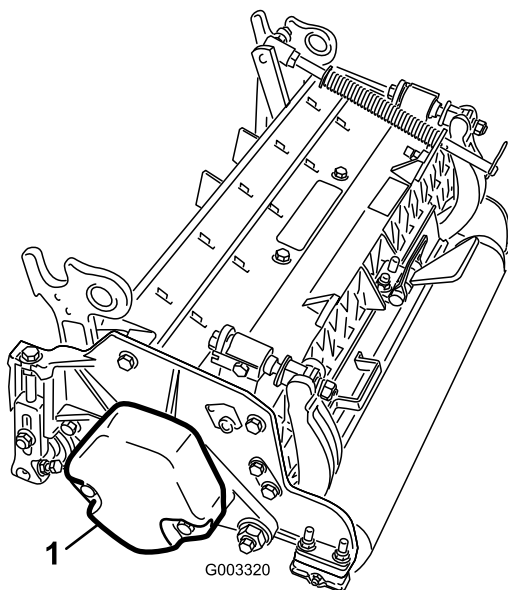

Figura 3
4. Certifique-se de que o contrapeso (Figura 3) está instalado na extremidade adequada da unidade de corte conforme descrito no *Manual do utilizador* das unidades de corte.